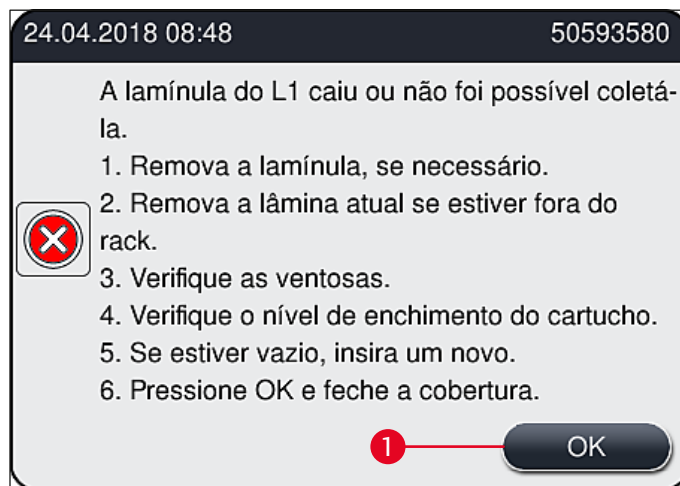

Fig. 110
Se o **módulo Pick&Place** perder uma lamínula durante o transporte para a lâmina ou se o **módulo Pick&Place** não puder remover uma lamínula do cartucho de lamínulas após 3 tentativas, o usuário é notificado a respeito através de uma mensagem de erro (→ Fig. 110).
- ① Se esta mensagem (→ Fig. 110) for exibida, o usuário deve verificar primeiro se uma lamínula foi perdida durante o transporte para a lâmina ou se o **módulo Pick&Place** não conseguiu remover uma lamínula do cartucho de lamínulas.